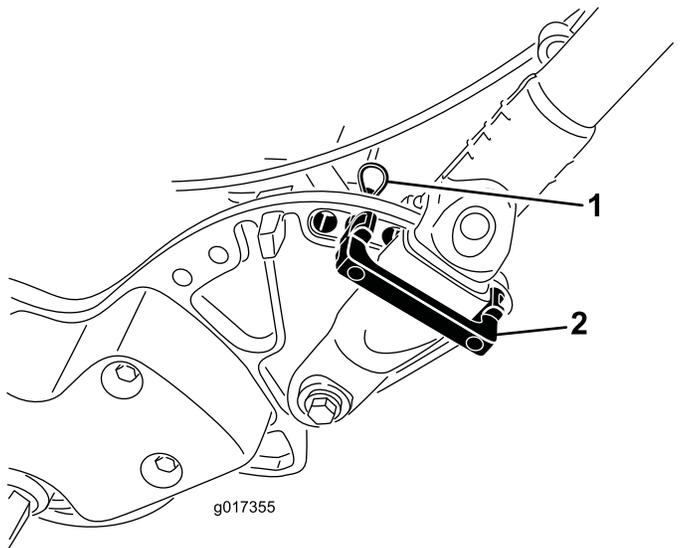

图9
1. 当撑住手柄时，取下将手柄铁夹固定到侧板上的扎带（图9）。
2. 将手柄旋转到需要的操作位置，并将手柄卡环插入手柄铁夹及侧板上相对应的孔（图9）。
3. 使用发卡销将手柄铁夹固定到位（图9）。